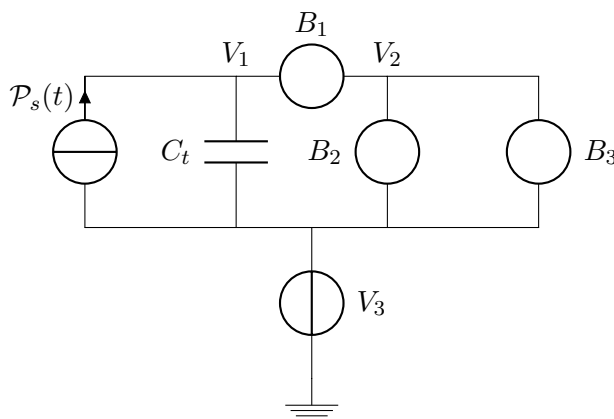

Fig. 2.2 – Schéma électrique équivalent
21. Une analogie thermique-électrique permet de construire le schéma électrique équivalent suivant (figure 2.2). Remplacer les bulles  $B_1$ ,  $B_2$  et  $B_3$  par les éléments électrocinétiques adéquats. Préciser à quoi correspondent les potentiels  $V_1$ ,  $V_2$  et  $V_3$ .